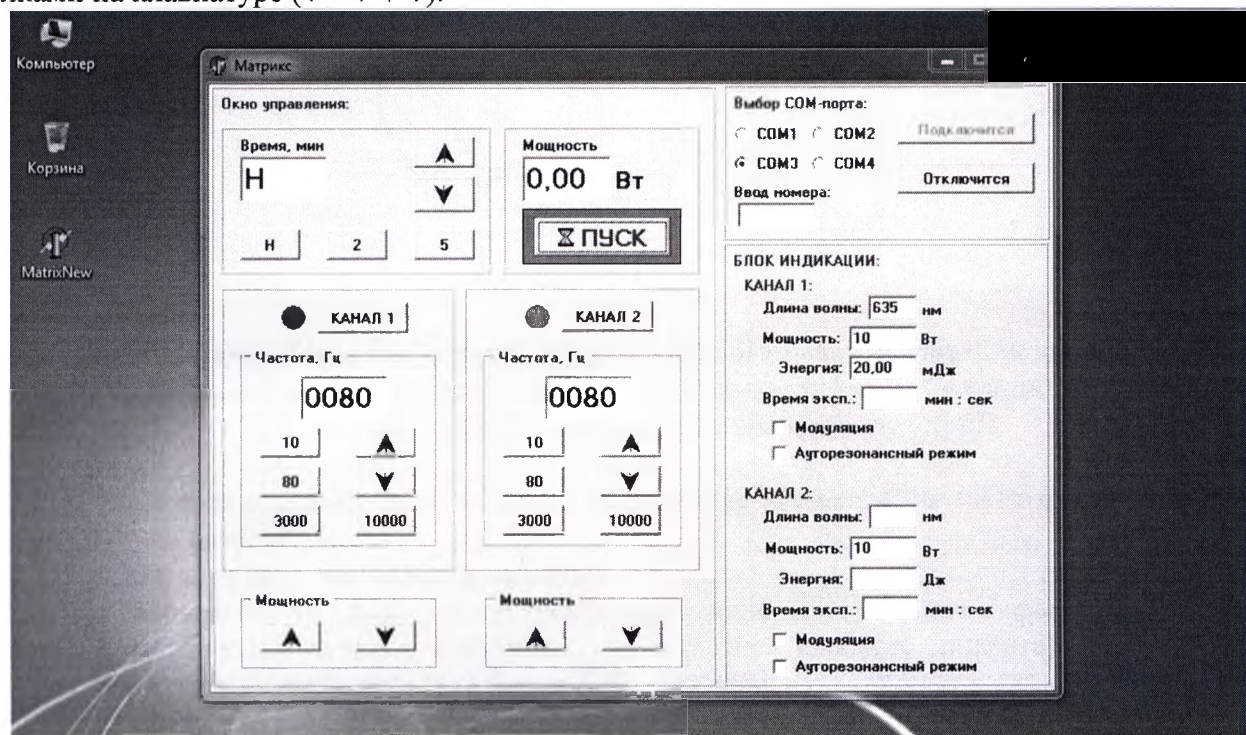

Рис. 4. Панель управления блоком БИО для реализации внутреннего режима работы аппарата
5.1.3. Запустить программу «MatrixNew», используя соответствующий ярлык на экране блока БИО. Появится окно «Матрикс» (активная панель управления и индикации), которое условно разделено на три сектора, справа вверху – подключение, справа внизу – дополнительная индикация параметров по каждому каналу, слева – дублирующая панель управления ББ аппарата (рис. 4). Перемещение по панели можно осуществлять как с помощью курсора мыши, так и стрелками на клавиатуре ( $\leftarrow \rightarrow \uparrow \downarrow$ ).